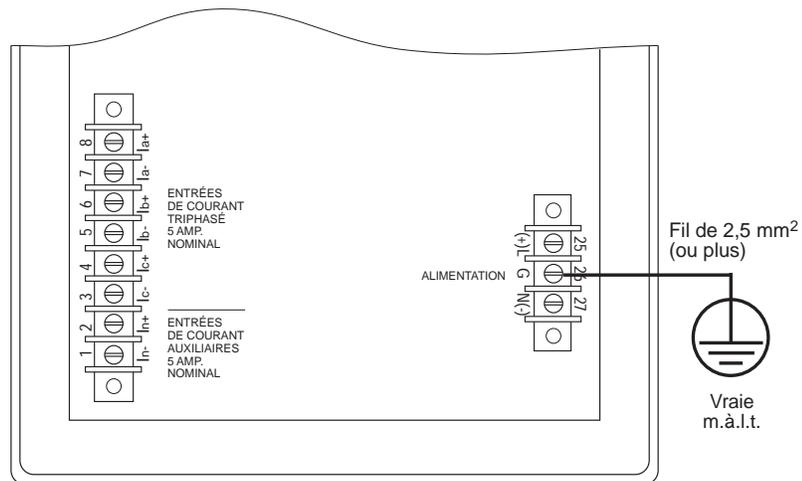

Figure 3-14 : Mise à la terre du Circuit Monitor
1. Raccorder la borne de mise à la terre (borne 26) à une mise à la terre fiable, à l'aide d'un fil de 2,5mm2 ou plus, équipé d'une cosse (consulter la figure 3-14).